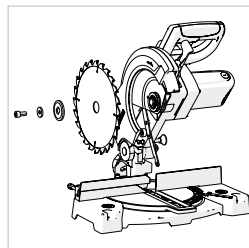

図27
- ・ 六角レンチで中穴ネジをゆるめ (右回りにまわす)、中穴ネジ、ワッシャー、アウトフランジ、チップソーの順に取り外します。 (図27)